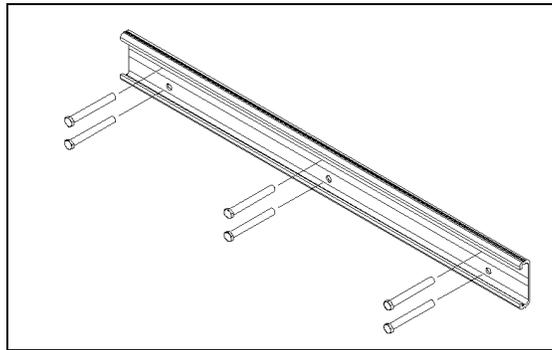

Figure 11
2) Installez la plaque murale au mur. La plaque murale doit être installée sur un mur de béton avec six (6) ancrages pour béton de 3/8 po ou sur trois (3) montants de bois de 2 x 3 (taille
minimum) avec deux (2) tire-fonds de 4 po et d'un diamètre de 3/8 po (M10) sur chaque montant (voir Figure 11).